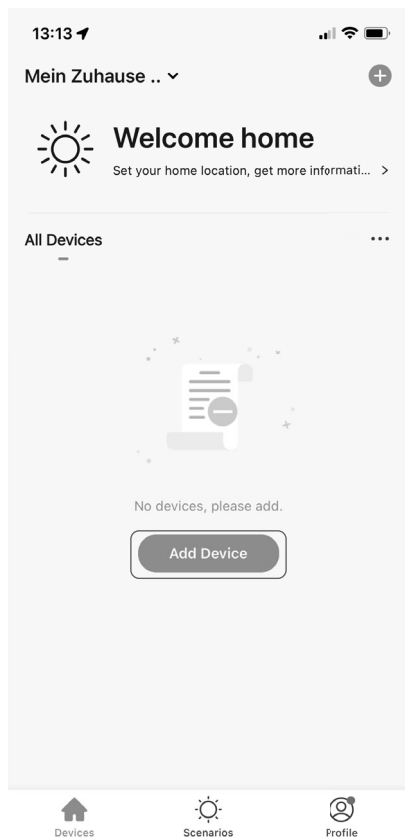

Fig. 1
- ▶ Si vous n'avez pas encore enregistré d'appareil dans l'application MEDION® Life Plus, appuyez sur la touche AJOUTER UN APPAREIL (**voir fig. 1**).